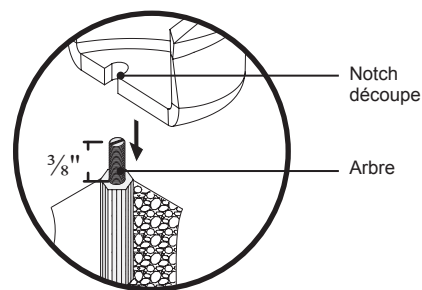

Figure 11. Ancre de la baignoire Slipper
- ❶ Soulever la baignoire à double extrémité, avec les jambes attachés.
- ❷ Abaissez lentement l'unité vers le bas sur le terrain, en veillant à ce que les arbres et les découpes cran aligner correctement (Figure 11).